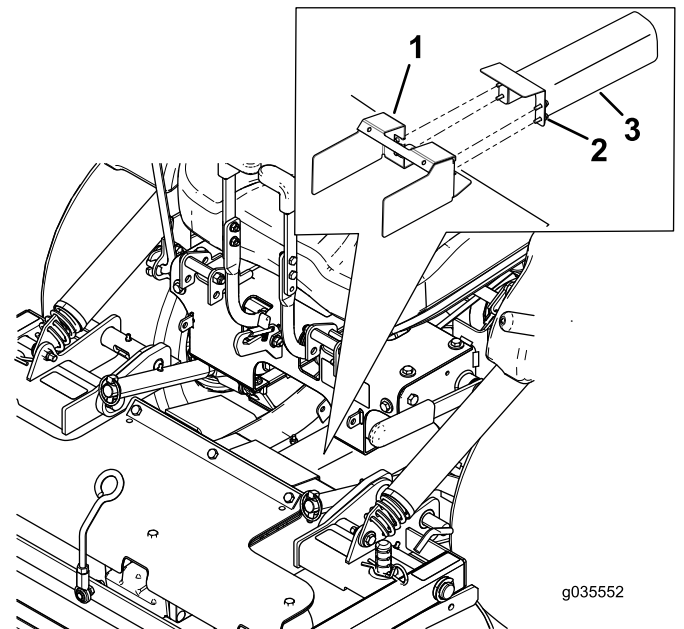

Figura 9
5. Allentate i bulloni e rimuovete le protezioni in metallo come illustrato nella Figura 9.
2. Montate le protezioni in metallo e i bulloni come illustrato nella Figura 9.